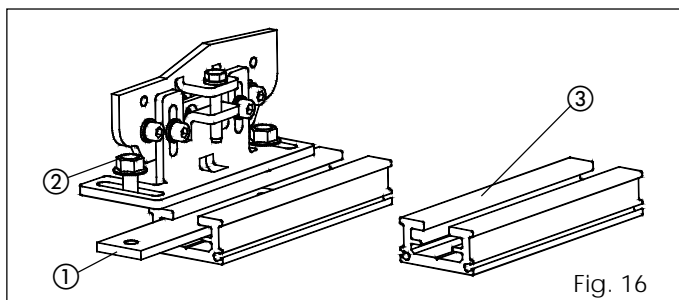

Fig. 16
- Monter le profilé d'attache du vantail (accessoire fig. 16 réf. ③) sur la partie supérieure du vantail en utilisant des vis adéquates.
- Fixer le vantail sur les chariots respectifs en utilisant les plaques (fig. 16 réf. ①) et les vis (fig. 16 réf. ②) fournies.